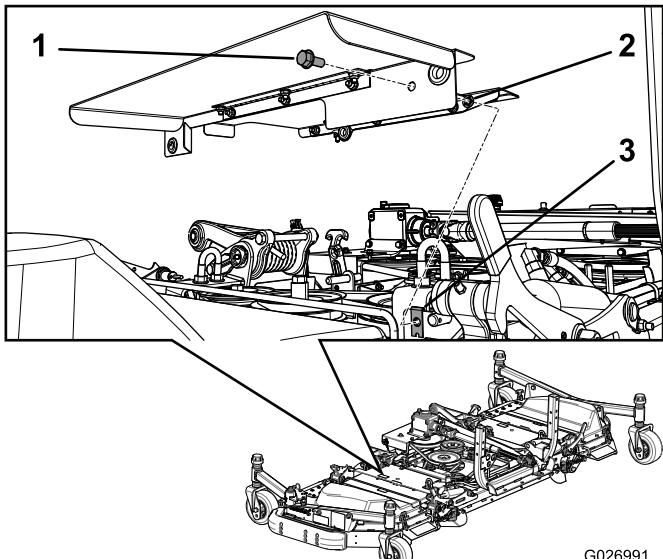

Figura 20
5. Instale un perno y una tuerca rápida en el protector (Figura 20).
- 6. Instale las cubiertas combinadas en la carcasa (Figura 20).